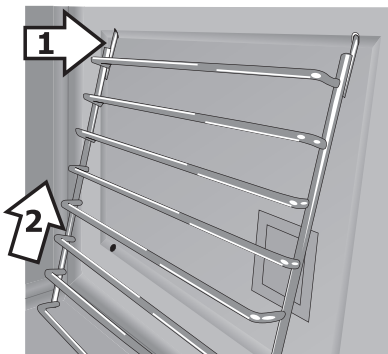

Figure 13 : Supports latéraux de grille- dents supérieures
1. Tenir le support de grille du four à un léger angle et insérer les dents dans les trous sur le dessus de la cavité du four (Figure 13).
2. Soulever la grille dans les trous supérieurs, en alignant les dents inférieures avec les trous inférieurs (Figure 13).